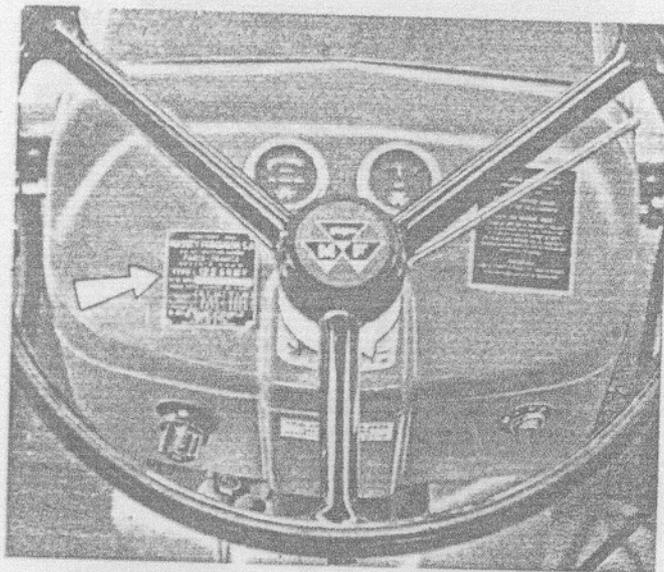

Fig. 1
- Le numéro de série du tracteur est indiqué sur la plaque rivée au tableau de bord (fig. 1).